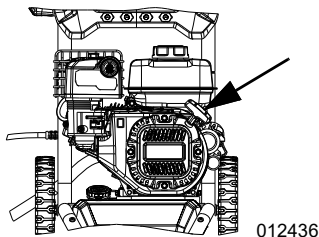

Figure 3-3. Lanceur à rappel
6. Voir **Figure 3-3**. Enfoncer la gâchette du pistolet pulvérisateur et saisir fermement la poignée de lanceur. Tirer lentement jusqu'à sentir une résistance. Tirer ensuite vivement pour démarrer le moteur.